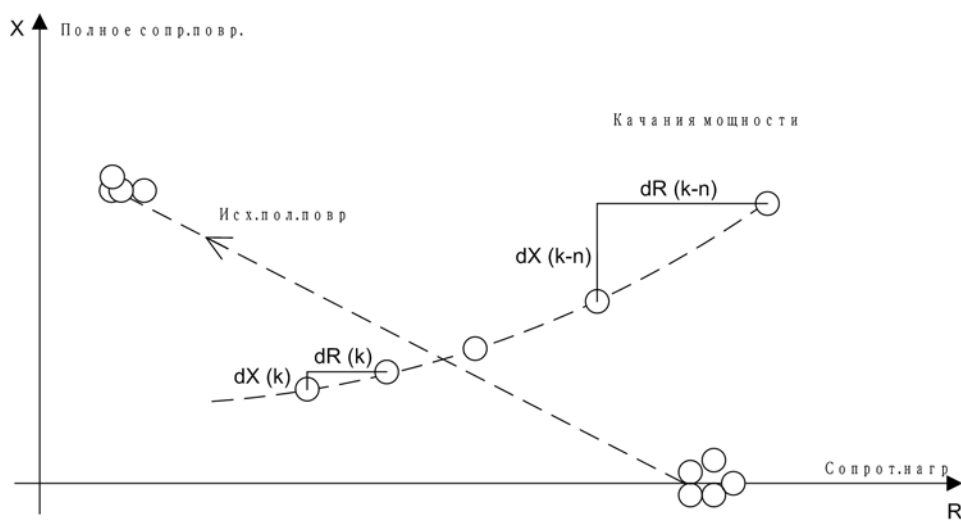

Рисунок 2-78 Вектор полного сопротивления при качаниях
- Непрерывность траектории** Вычисленные значения R и X должны образовывать непрерывную линию. Не должно быть разрывов между точками. См. Рисунок 2-78.
- Монотонность траектории** Траектория изменения сопротивления не должна менять направление R. См. Рисунок 2-78.